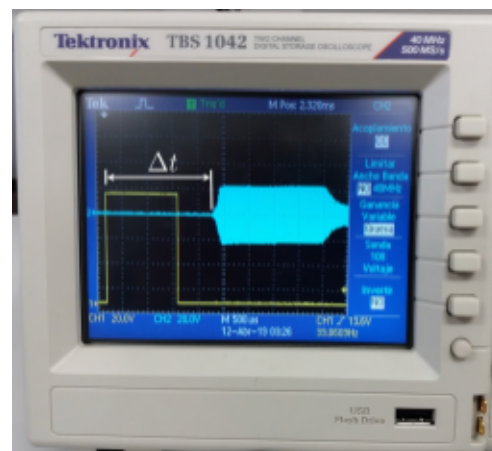

Figura 2: Señales en pantalla del osciloscopio. Pulso de referencia generado por el emisor y señal acústica detectada por el receptor.
de la figura 2. El pulso cuadrado inicial corresponde a una señal de referencia para la emisión del pulso de ultrasonido que se observa con posterioridad. El tiempo transcurrido entre el inicio del pulso cuadrado y el inicio del pulso de ultrasonido corresponde al tiempo que demora el ultrasonido en viajar desde el emisor hasta el detector.
4. Ajuste la perilla de sensibilidad del amplificador, la amplificación y base de tiempo, para que en estas condiciones de operación, la pantalla del osciloscopio muestre una señal como la de la figura 2.
- Repita los pasos anteriores para distintas distancias entre el emisor y el receptor registrando para cada caso el intervalo de tiempo Δt , que muestra la figura 2.